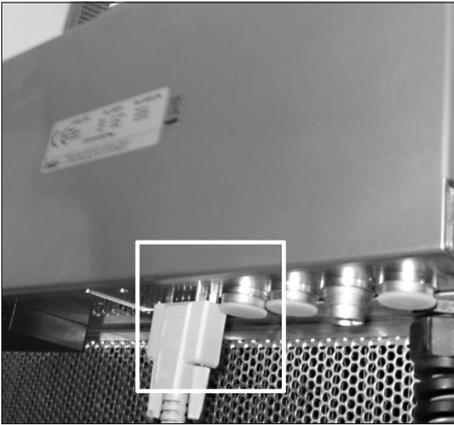

Abb.12: Serielle Schnittstelle des Cryopilot A
- ▶ Schließen Sie, wie in Abbildung 12 dargestellt, ein Ende des Kabels, USB an Unistat, an einem USB-Anschluss des Computers und das andere Ende an der seriellen Schnittstelle unterhalb der Combox an. Die Combox befindet sich auf der Rückseite des Cryopilot A.